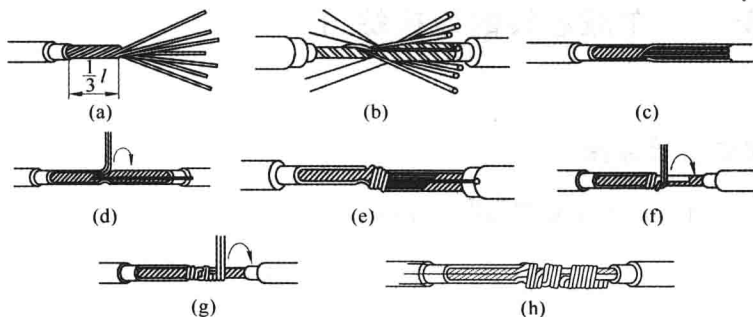

图 1-6 多股芯线的直接连接
多股芯线直接连接的方法步骤如图 1-6 所示。
(1) 先剥削导线绝缘层,散开线头并拉直,再将靠近绝缘层 $1/3$ 位置内的芯线绞紧,最后把余下的 $2/3$ 线头分散成伞状并拉直,如图 1-6(a)所示。
(2) 把两个伞状芯线一根隔一根的对叉,如图 1-6(b)所示。
(3) 先拉平两根芯线,然后把左边的 7 股芯线按 2 根、2 根、3 根分成三组,如图 1-6(c)所示。
(4) 再把其中一组两根线头扳到与芯线垂直的位置,以顺时针方向贴紧芯线向右缠绕 2 圈,如图 1-6(d)所示。
(5) 再把余下的线头向右扳平,如图 1-6(e)所示。
(6) 把另一组两根线头扳到与芯线垂直的位置,也按顺时针方向,压着包括刚刚扳平两根线头的芯线继续向右缠绕 2 圈,并把余下的线头再次向右扳平,如图 1-6(f)所示。
(7) 仿照图 1-6(f)把第三组的线头扳直,按顺时针方向,压着包括刚刚扳平四根线头的芯线继续向右缠绕 3 圈,用钢丝钳剪去每组多余的线头,并钳平线端,如图 1-6(g)所示。
(8) 用同样的方法,缠绕左侧芯线,如图 1-6(h)所示,完成 7 股铜芯导线的直接连接。